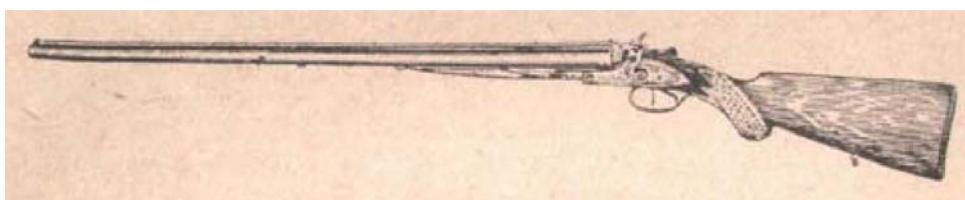

Рис. 37. Двуствольное курковое дробовое ружье, модель "Б", улучшенной отделки
- 2) улучшенная модель "Б" (рис.37) - с гравировкой и ложей и цевьем из орехового дерева. Стоимость улучшенных ружей в два раза больше, чем ружей массового производства.